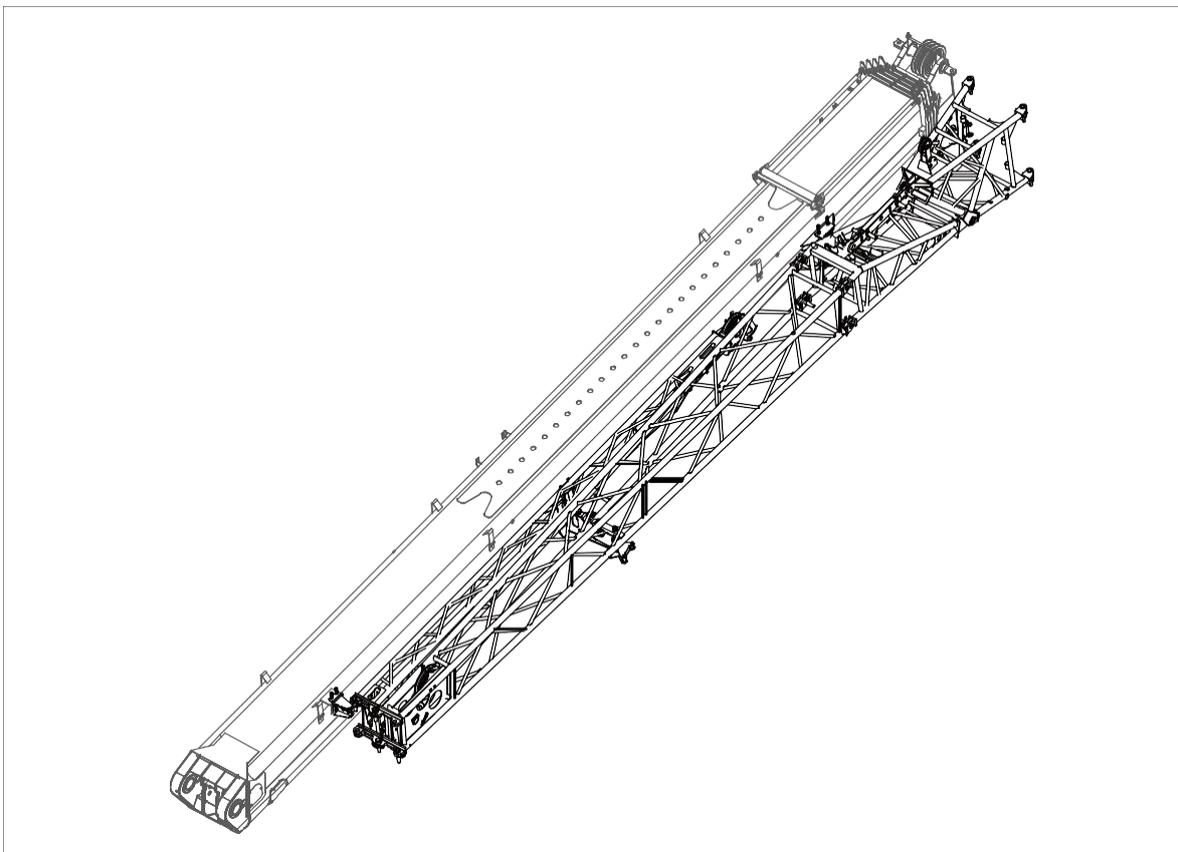

Figura 7-32 Conjunto do braço
- E. Recolha totalmente a lança, mova a lança para a frente do guindaste e posicione-a em - 2°. Consulte a figura 7-32.